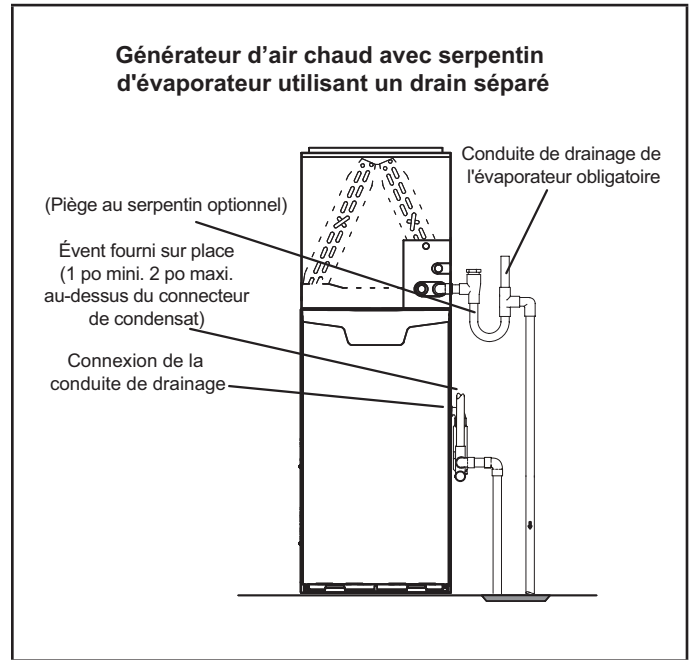
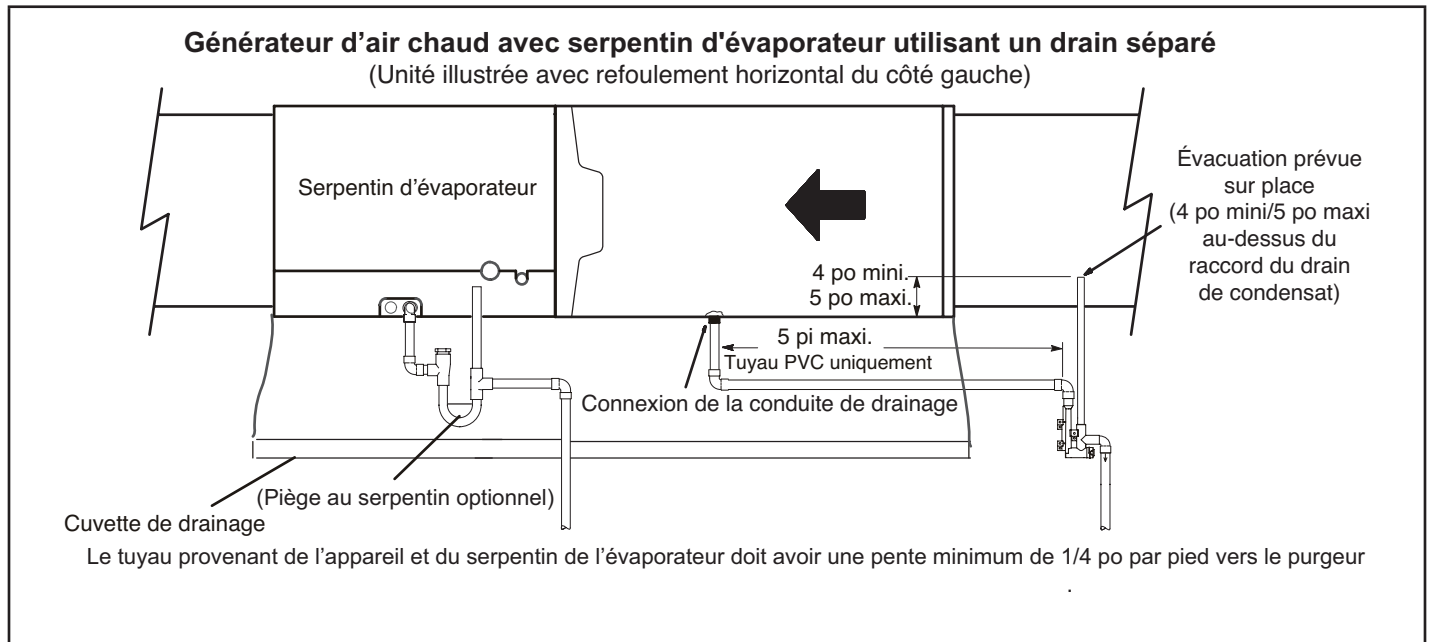
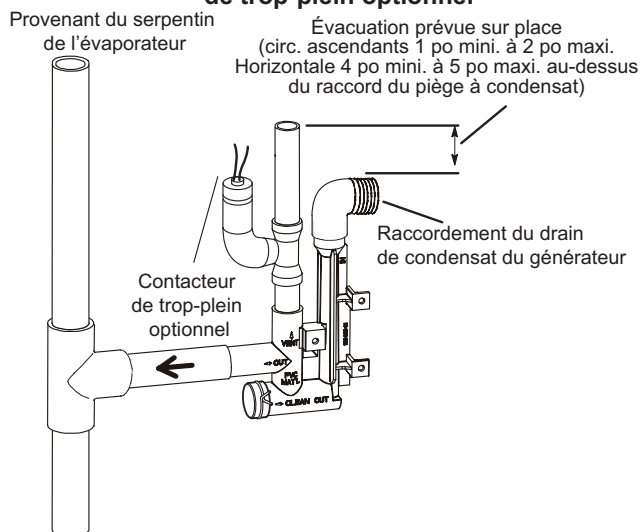

FIGURE 49
FIGURE 50
FIGURE 51
- 5 - La FIGURE 49 et la FIGURE 50 montrent l'appareil et le serpentin d'évaporateur utilisant un drain séparé. Si nécessaire la conduite de condensat de l'appareil et celle du serpentin d'évaporateur peuvent s'écouler ensemble. Reportez-vous aux FIGURES 51, 52 et 53.